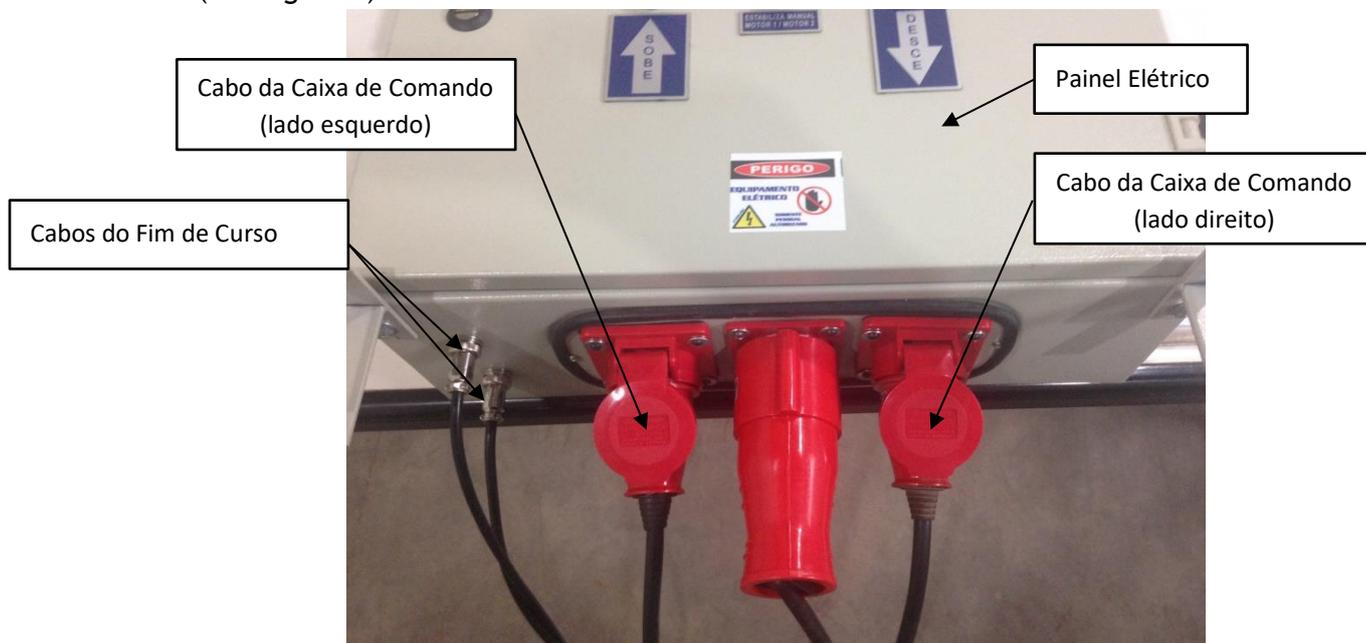

Figura 5
11. Ligue as Caixas de Comando no Painel Elétrico, plugando os cabos na tomada do Painel (ver Figura 5).
12. Ligue os dois Fim de Curso no Painel Elétrico, plugando os cabos na tomada do Painel (ver Figura 5).